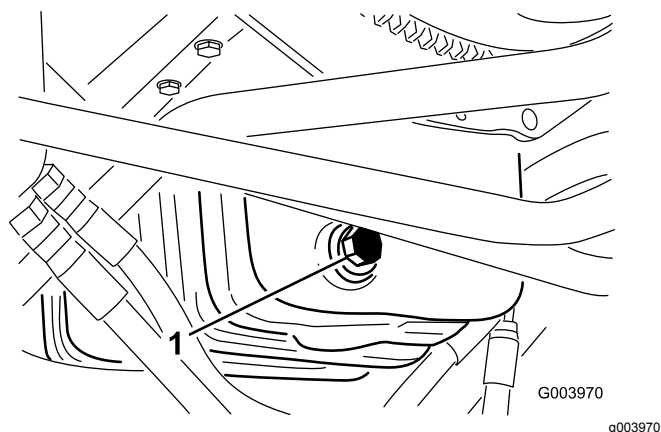

Bild 50
1. Entfernen Sie die Ablassschraube (Bild 50) und lassen Sie das Öl in die Auffangwanne ab.